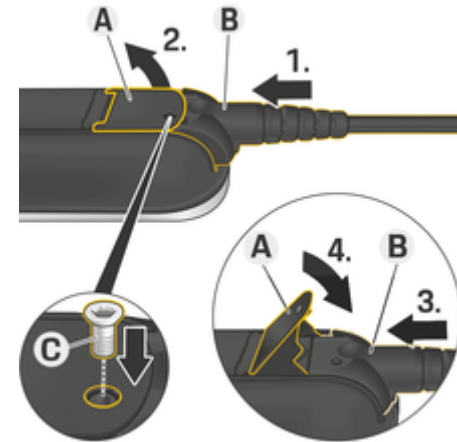

Abb. 9: Kabel befestigen und Stecker fixieren
- ✓ Hebel **A** (Abb. 9) ist geschlossen.
1. Stecker **B** (Abb. 9) bis zum ersten Widerstand in die Bedieneinheit einschieben.
5. Stecker **B** mit der Schraube **C** (Abb. 9) an der Bedieneinheit festschrauben.